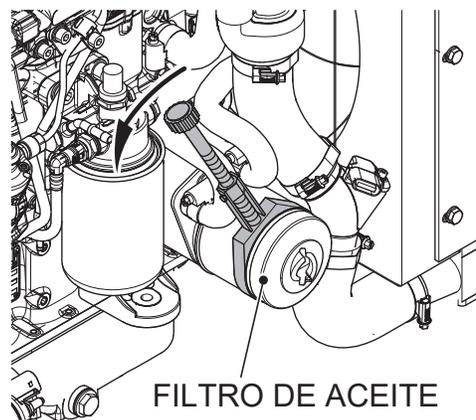

Figura 37. Retirada del filtro de aceite
1. Afloje el filtro de aceite (Figura 37) con una llave para correas o una herramienta similar y desenrosqueló.